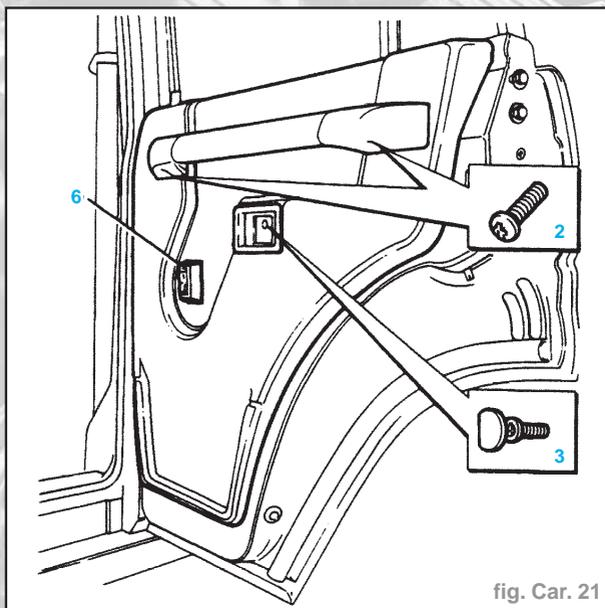

fig. Car. 21
- Retirer les deux vis de maintien et détacher la poignée de porte de ses pattes de montage (2) (Fig. Car. 21).